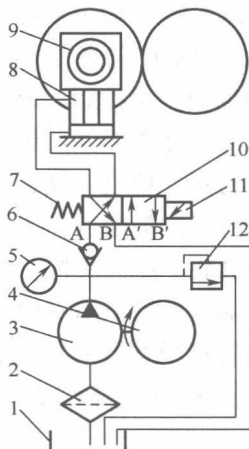

图 0-10 液压式离合压机构
b. 液压式离合压机构 如图 0-10 所示,电动机 4 驱动油泵 3,使液压油由油箱 1 经滤油器 2、单向阀 6、二位四通换向阀 10 的 A 路输入液压缸 8 内活塞的下部,在液压力作用下,活塞上移。活塞控制着印版滚筒轴承座 9 的位置,此时印版滚筒处于离压(或合压)状态。当需要印版滚筒离合压状态改变时,可使电磁铁 11 断电,在弹簧 7 的作用下,换向阀 10 移位,这时液压油经 A' 路输入液压缸内活塞上部,活塞下移,从而改变印版滚筒的位置。溢流阀 12 可保持油路中的压力稳定。